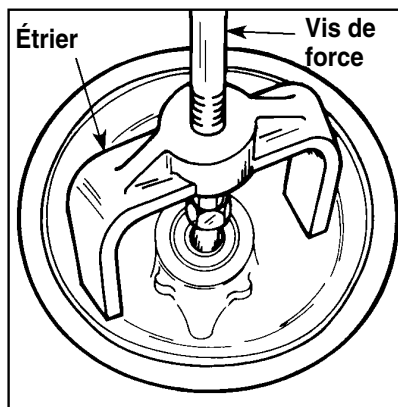

Figure 2
3. La force d'extraction peut être appliquée soit avec la vis de force et l'étrier, soit avec l'extracteur à inertie. Voir figures 2 et 3.